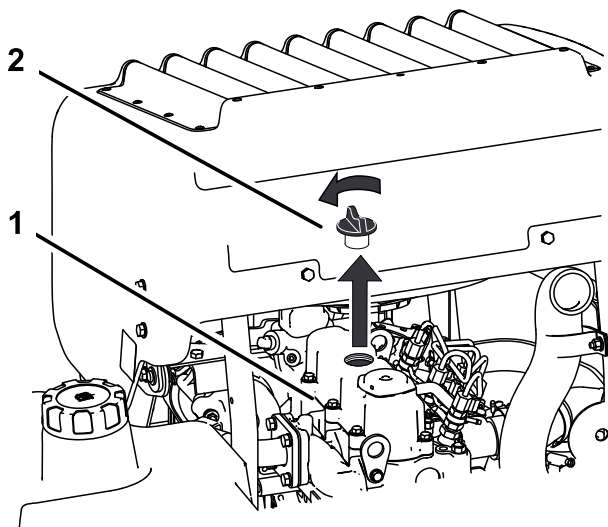

Figura 64
6. Togliete il tappo di riempimento dell'olio da sopra il motore (Figura 64),
2. Rimuovete il tappo dell'olio e l'asta di livello (Figura 64).